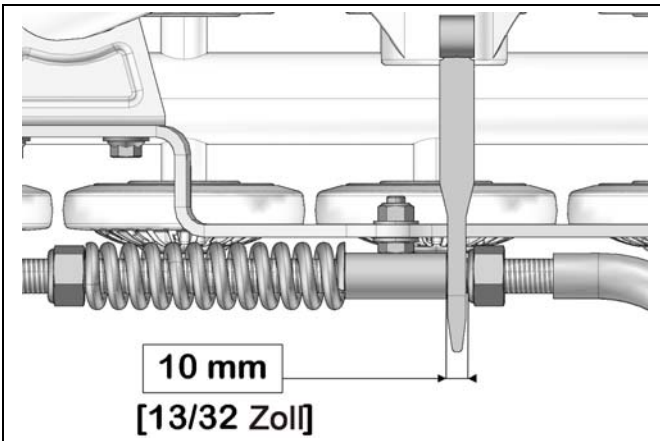

Abbildung 11
- **WICHTIG:** Überprüfen Sie nochmals den 10 mm Mindestabstand zwischen Mutter und der Stabilisierungsarmführung. Bei Bedarf nachstellen. Siehe Abbildung 11.